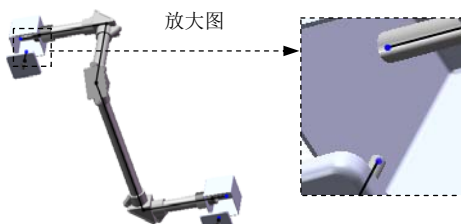
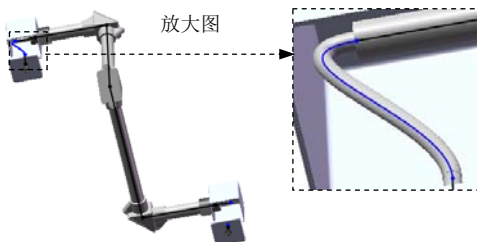

图 11.8.15 选择电线端点
图 11.8.16 电气线路 1
Step6. 创建电气线路 1。选择 **电气** 功能选项卡中的  **自动步路(A)** 命令，系统弹出“自动步路”对话框；选取图 11.8.15 所示的两条电线的端点；在“自动步路”对话框 **步路模式(R)** 区域中选中  **编辑(拖动)(E)** 单选项，调整电线线路；单击“自动步路”对话框中的  按钮，完成电气线路 1 的创建，如图 11.8.16 所示。